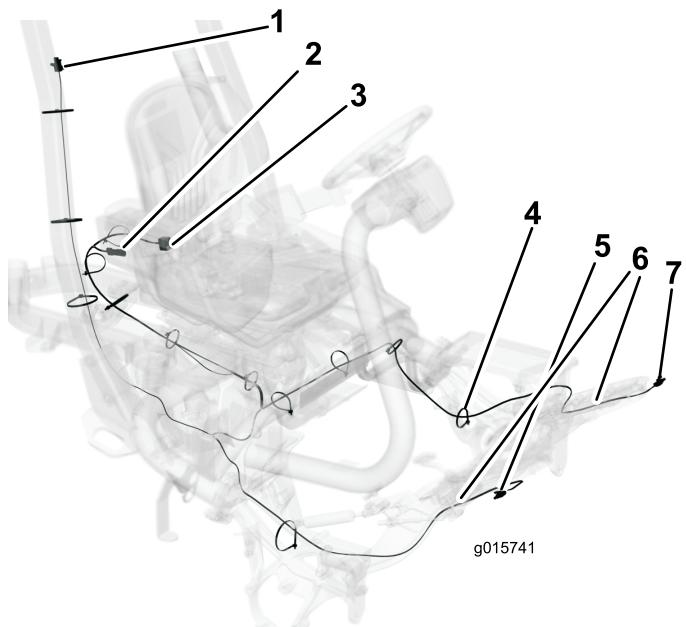

Figura 3
4. Pase el arnés de cables hacia arriba por el ROPS hasta la lámpara trasera, sujetándolo con sujetacables (Figura 3).
5. Pase el arnés de cables desde la consola hacia abajo al bastidor del asiento y sujetélo con sujetacables, según se muestra en Figura 3.
9. Inserte el arnés de cables en los orificios de fundición del lado derecho e izquierdo (Figura 3).